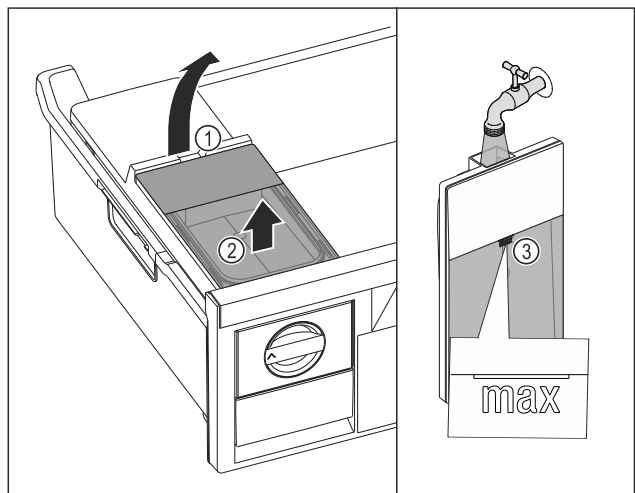

Fig. 75
- ▶ Повдигнете резервоара за вода при прореза Fig. 75 (1).
- ▶ Извадете резервоара за вода нагоре. Fig. 75 (2)
- ▶ Напълнете резервоара за вода до маркировката Fig. 75 (3) с питейна вода.